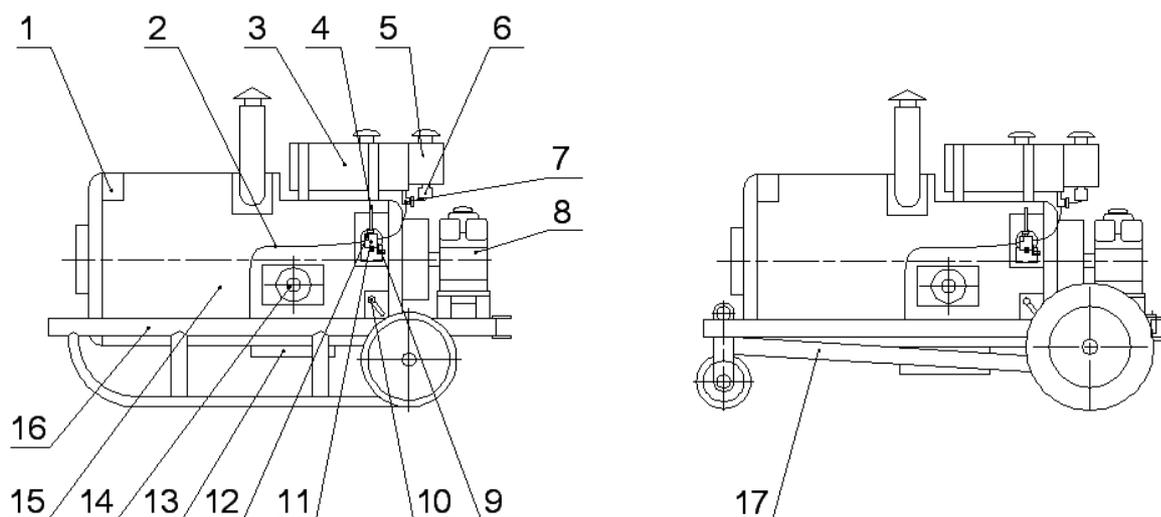

Рисунок 1 - Общий вид подогревателя.
- закрыть кран воздушного предохранителя рычагом 4(рис. 1);
- закрыть дозирующий кран 6(рис. 1);